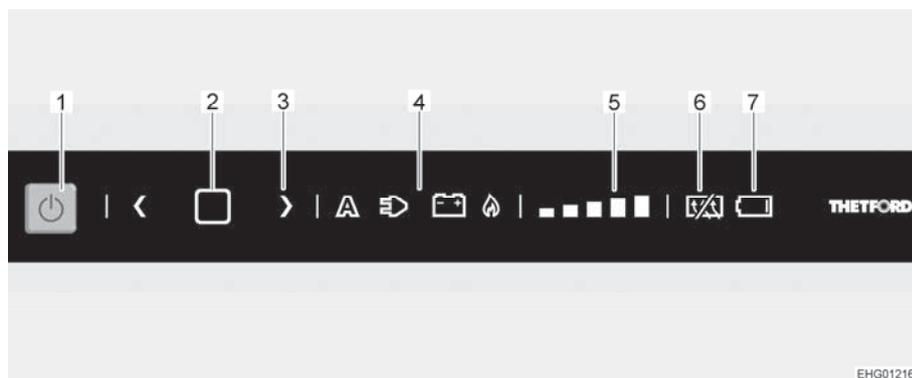

Fig. 137 Cuadro de mando de LED
- Presionar la tecla On/Off (Fig. 137,1) por 1 segundo. La tecla se ilumina de color azul. Se ilumina el ajuste seleccionado.
- Pulsar la tecla de confirmación (Fig. 137,2) dos segundos hasta que el símbolo de la fuente de energía (Fig. 137,4) empiece a parpadear.
- Pulsar la tecla de flecha (Fig. 137,3) para seleccionar la fuente de energía deseada.
- Pulsar la tecla de confirmación (Fig. 137,2) para confirmar la selección.
- Pulsar de nuevo la tecla de confirmación (Fig. 137,2). El indicador de nivel de refrigeración (Fig. 137,5) empieza a parpadear.
- Pulsar la tecla de flecha (Fig. 137,3) para seleccionar el nivel de refrigeración deseado.
- Pulsar la tecla On/Off (Fig. 137,1) por aprox. 2 segundos. Se apagarán todos las lámparas. El frigorífico está desconectado.